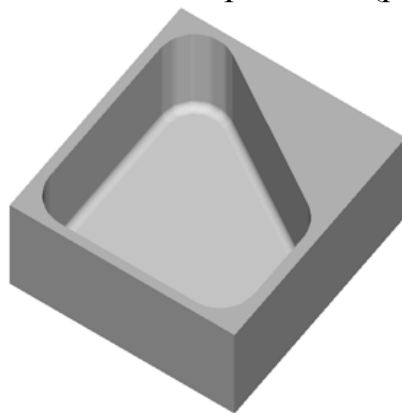

Рисунок 4.21 – Результат об'ємного моделювання деталі
5. Натисніть кнопку  «Start» на панелі «Simulate». Після об'ємного моделювання на екрані з'явиться таке зображення (рис. 4.21).